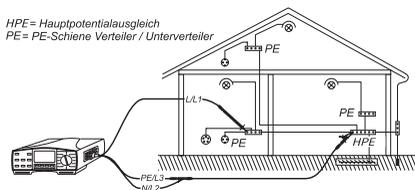
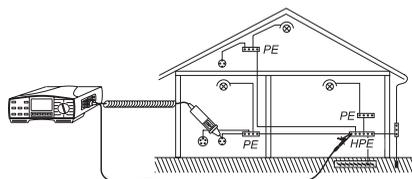

Bild 10: Anschluss der Messleitungen
Bild 11: Anschluss des COMMANDER 2
- ▶ Die Messleitungen mit dem Prüfling gemäß Bild 10 oder Bild 11 verbinden. Falls gewünscht, kann mit der Taste 'HILFE' diese Anschlussinformation direkt am Messgerät abgerufen werden, mehrfaches Drücken der Taste 'HILFE' zeigt verschiedene Anschlussmöglichkeiten an.